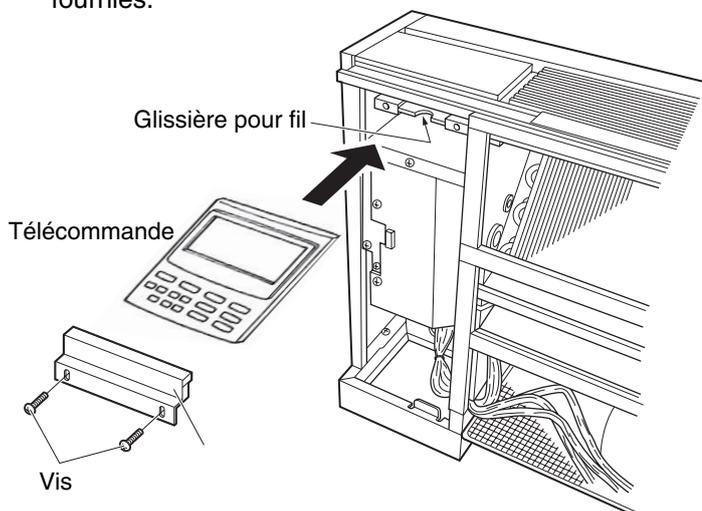

Fig. 3-115
- (2) Retirez le panneau avant. Retirez les vis et le dispositif de fixation. (Fig. 3-115)
- (3) Placez la télécommande dans l'espace de l'unité illustré à la figure 3-115. Assemblez les fils de la télécommande en son centre à l'arrière et acheminez-les jusqu'à la glissière pour fils.
- (4) Attachez le dispositif de fixation à l'aide des vis fournies.